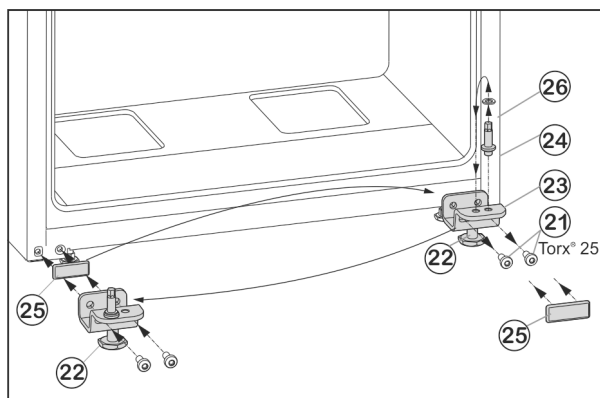

Fig. 7
- ▶ Upevňovací šrouby Fig. 7 (21) odšroubujte.
- ▶ Vyjměte spodní stojan ložiska Fig. 7 (23) i s ložiskovým čepem Fig. 7 (24), podložkou Fig. 7 (26) a seřizovací nožkou Fig. 7 (22).
- ▶ Ložiskový čep Fig. 7 (24) kompletně odšroubujte i s podložkou Fig. 7 (26), přemístěte do protilehlého upínacího otvoru stojanu ložiska a opět přišroubujte.
- ▶ Krycí desku Fig. 7 (25) opatrně sejměte a přemístěte ji na protější stranu.
- ▶ Spodní stojan ložiska Fig. 7 (23) opět kompletně, i s ložiskovým čepem Fig. 7 (24), podložkou Fig. 7 (26) a seřizovací nožkou Fig. 7 (22), případně s pomocí akumulátorového šroubováku **silou (4 Nm)** našroubujte na nové straně závěsu dveří.
- ▶ Spodní dveře nasadte shora na ložiskový čep Fig. 7 (24).
- ▶ Seřizovací nožku Fig. 7 (22) na spodním stojanu ložiska Fig. 7 (23) vytáchejte, až dosedne na zem.